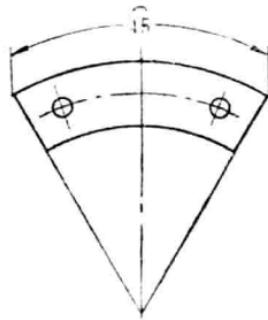

图15 圆弧尺寸的注法
2. \wedge ——表示圆弧的符号，注在尺寸数字的上方，一般多用来表示圆弧长度的尺寸大小。如图 15 所示，表示圆弧的弧长为 45 毫米。圆弧符号“ \wedge ”也由徒手画成，符号的大小长度，